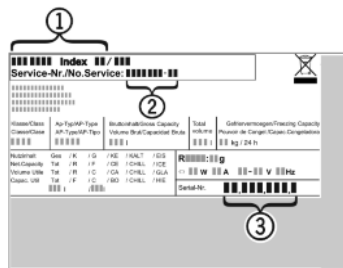

Fig. 12
- ▶ A készülék megnevezését Fig. 12 (1), a szerviz- Fig. 12 (2) és sorozatszámot Fig. 12 (3) a típus-tábláról olvassa le. A típus-tábla a készülék belsejében baloldalon található.
- ▶ Értesítse a vevőszolgálatot a hibáról, és adja meg nekik a készülék megnevezését Fig. 12 (1), a szerviz- Fig. 12 (2) és a sorozatszámot Fig. 12 (3).